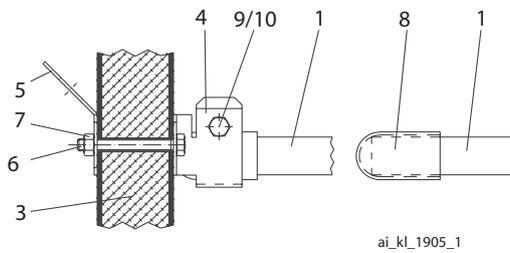
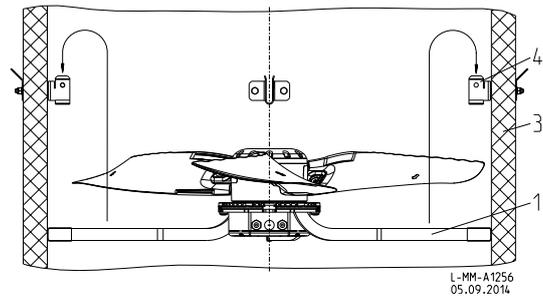

Abbildung 2
Abbildung 3
Haltewinkel (4) und der Haltebügel (5) **Abbildung 2** mit Schrauben (6) nur soweit anziehen, dass Haltewinkel und Haltebügel sich nicht in die Kaminwandung (3) eingraben. Zur Schraubensicherung werden selbstsichernde Muttern (7) verwendet. Die beiliegenden Schutzkappen (8) sind auf die Enden der Ventilator-Tragarme (1) zu schieben, **Abbildung 2**.
Ventilator (1) nach **Abbildung 3** in den Kamin einführen und in den Haltewinkeln (4) zentrieren. Zusätzlich ist die Halterung nach **Abbildung 2** durch Verschraubung (9/10) zu sichern. Die vier Haltebügel (5) sind als Tragöse ausgebildet und können, wenn erforderlich, zur zusätzlichen Befestigung (z. B. durch Tragseile) dienen, um den Kamin vom Gewicht größerer Ventilatoren zu entlasten.